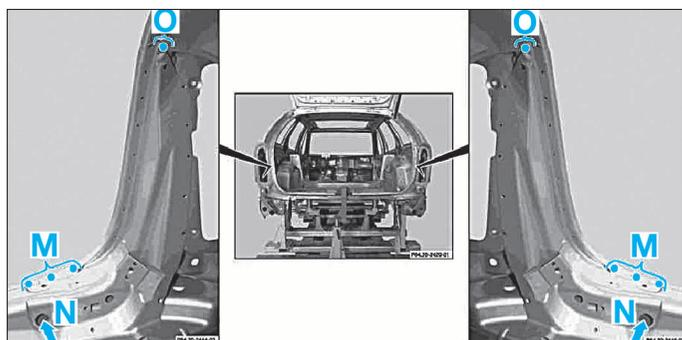

FIG. 118
- zones (N) et (M) (Fig.118).
- Souder par points bouchon zone (O) (Fig.118).